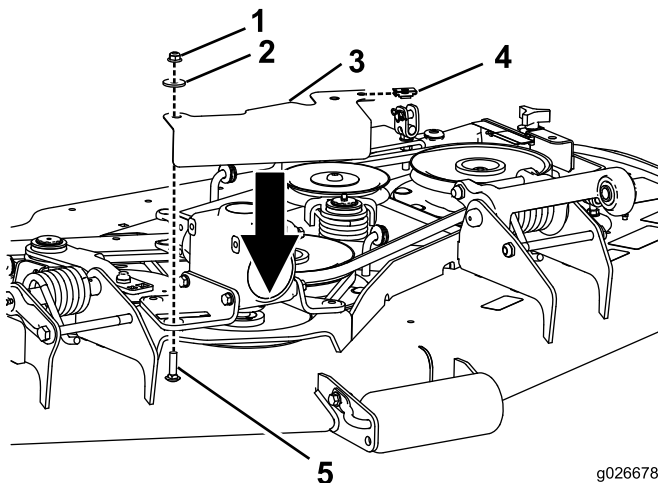

Figura 2
2. Usando las tuercas que retiró en el paso anterior, instale el protector de las poleas a los soportes de montaje de la caja de engranajes (Figura 2).
3. Coloque la tuerca de retención sobre el taladro vacío del protector de las poleas (Figura 2).